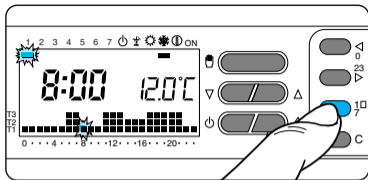

Fig. 38
**8.2** - Tramite il pulsante 1÷7 portare l'indicatore del giorno in posizione 1 (Lunedì) (fig. 38).